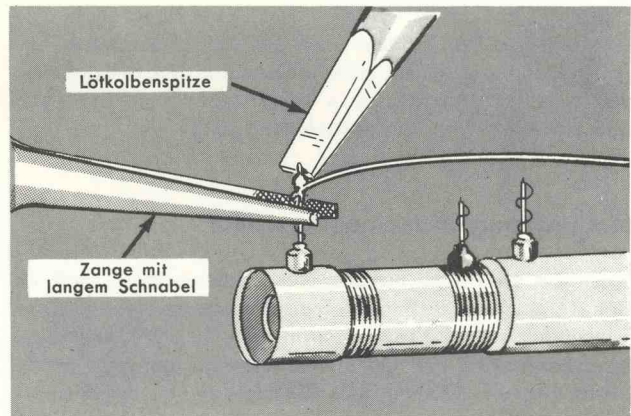

Bild 4-3 Man verwende eine Zange mit langem Schnabel zur Wärmeableitung, wenn kleine oder mit kurzen Anschlußdrähten versehene Bauteile gelötet werden.
1. Für die Ableitung der Wärme zwischen der Lötstelle und dem Bauelement verwende man eine Zange mit langem Schnabel. Siehe Bild 4-3.